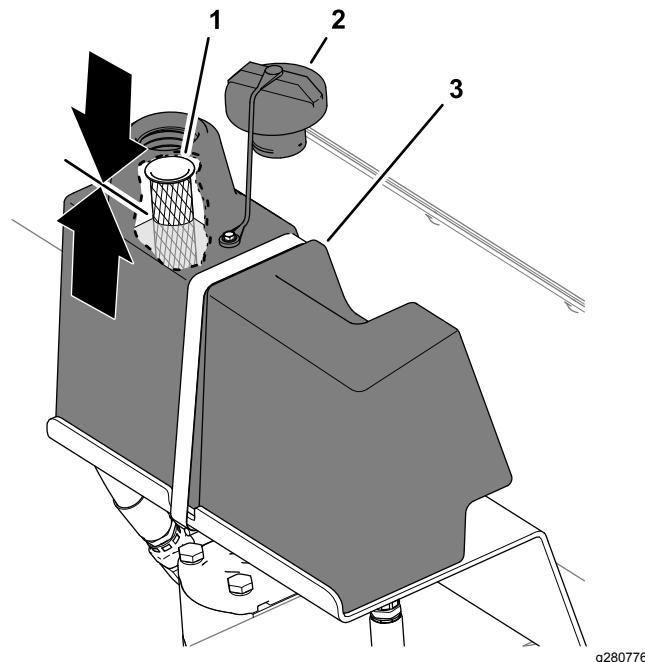

Figura 35
2. Limpie alrededor del cuello de llenado y el tapón del depósito hidráulico y retire el tapón (Figura 35).
3. Comprobación del nivel de fluido hidráulico. El nivel de fluido debe llegar hasta la mitad de la malla del cuello de llenado (Figura 35).
5. Instale el tapón del depósito hidráulico (Figura 35).
5. Limpie alrededor del cuello de llenado y el tapón del depósito hidráulico y retire el tapón; consulte la Figura 35 de Comprobación del nivel de fluido hidráulico \(página 28\).
8. Instale el tapón del depósito hidráulico; consulte la Figura 35 de Comprobación del nivel de fluido hidráulico (página 28).